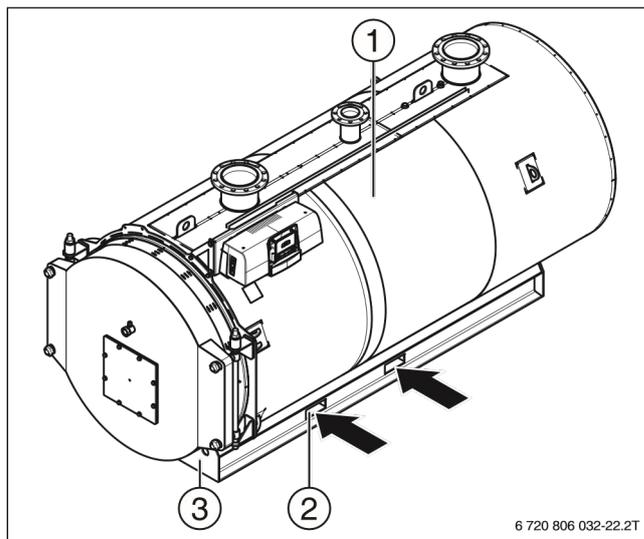

Рисунок 8 Транспортировка котла вилочным погрузчиком
- ▶ Отверстия для транспортировки вилочным погрузчиком (→Рисунок 8, [2]).